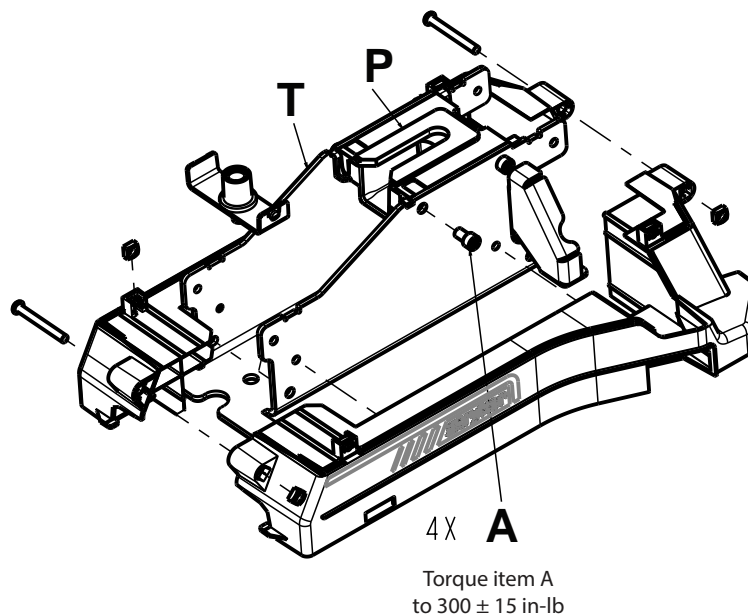

Figure 2 – Remplacement de l'interface côté tête
2. À l'aide d'une clé à 6 pans de 1/4 po, enlever les quatre vis (A) reliant l'interface côté tête (P) à l'ensemble soudé du côté tête (T) (Figure 2). Conserver les vis.